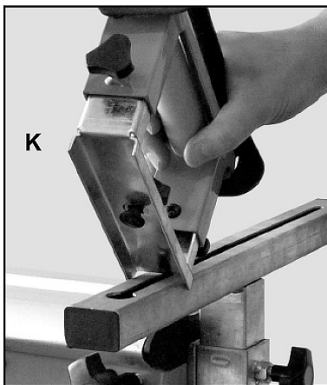

Fig. 6: Montar el soporte de rodillos
Paso 3: inserte la cabeza del tornillo del rodillo (Fig. 6) en la abertura circular del soporte en "T".
Paso 4: Mueva el soporte del rollo a la posición dada posición deseada y luego fíjelo con el mango giratorio (K, Fig. 6).